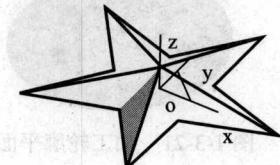
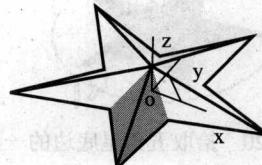

图 1-3-14 用直纹面生成一曲面
图 1-3-15 用直纹面生成另一曲面
(1) 通过直纹面生成曲面：选择五角星的一个角为例，单击“曲面生成栏”上的“直纹面”图标 → 在“立即菜单”中选择“曲线+曲线”方式 → 拾取该角相邻的两条直线完成曲面，如图 1-3-14、图 1-3-15 所示。